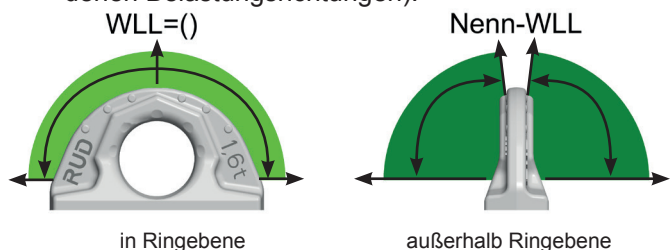

Abb. 1: Zulässige Belastungsrichtungen
- Bringen Sie die Anschweißpunkte ABA in Zugrichtung an (vgl. Abb. 1 zulässige WLL bei verschiedenen Belastungsrichtungen).